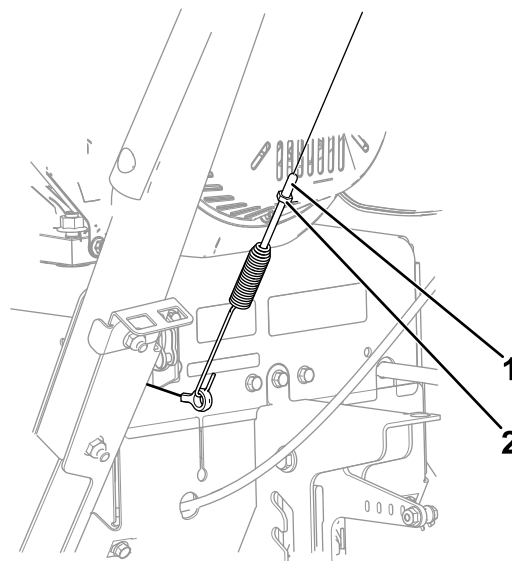

Figura 29
1. Slăbiți contrapiulia (Figura 29).